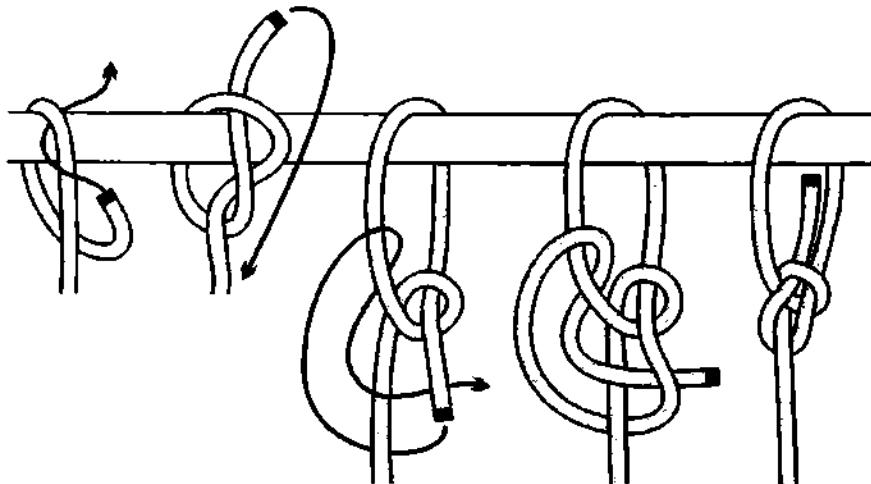

Рис. 300. Единственный способ вязки *булиня* при натянутом тросе.
**5-й способ вязки беседочного узла.** Это замечательный и очень полезный способ завязывания узла, так как с помощью него можно привязать верёвку к опоре, даже если она натянута и находится под нагрузкой, и нет возможности её ослабить, чтобы в калышку пропустить ходовой конец (рис. 300). Завязывая *булинь* этим способом, моряки училиваются к стенке, когда, например, лодка качается на волне.